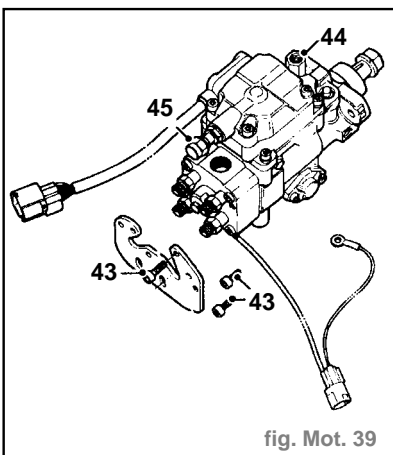

fig. Mot. 39
- Enlever 3 vis Allen (43) maintenant le support adaptateur sur la pompe d'injection et récupérer le support (fig. Mot. 39).